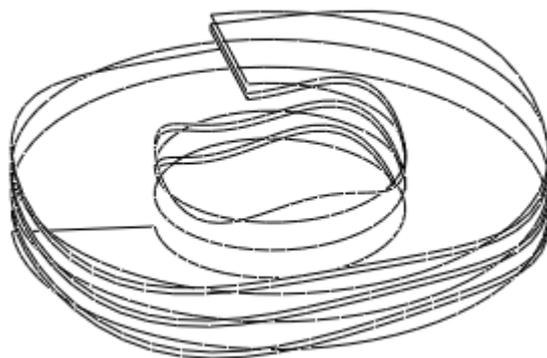

图 60-9
(6) 单击  , 完成草图绘制, 单击特征操控板中的  按钮, 完成可变剖面扫描特征的建立, 结果如图 60-9 所示。